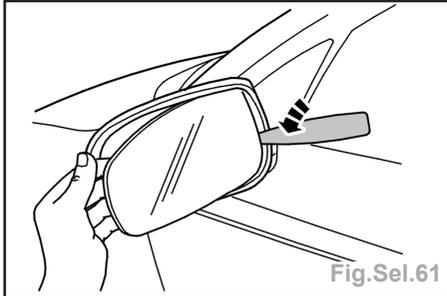

Fig.Sel.61
- Rabattre la glace du rétroviseur vers l'intérieur (Fig.Sel.61).